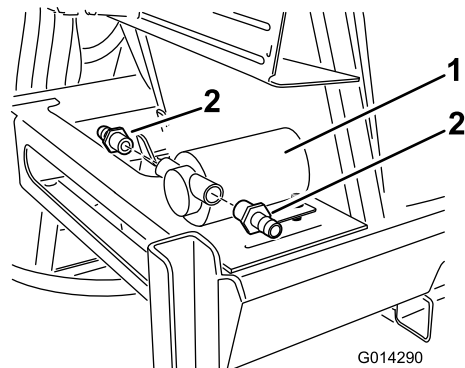

図 20
3. 付属部品の中にあるストレートバンプコネクタを探し出し、すすぎタンク用ポンプの入り口と出口に取り付ける 図 20。